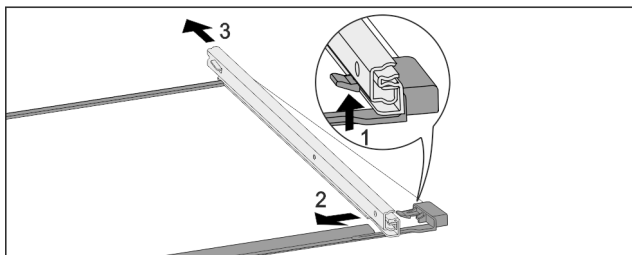

Fig. 157 Glasplade med skinner
- ▶ Tryk den forreste låsekrog op. Fig. 157 (1)
- ▶ Skub udtræksskinnen til siden Fig. 157 (2) og og bagud Fig. 157 (3).